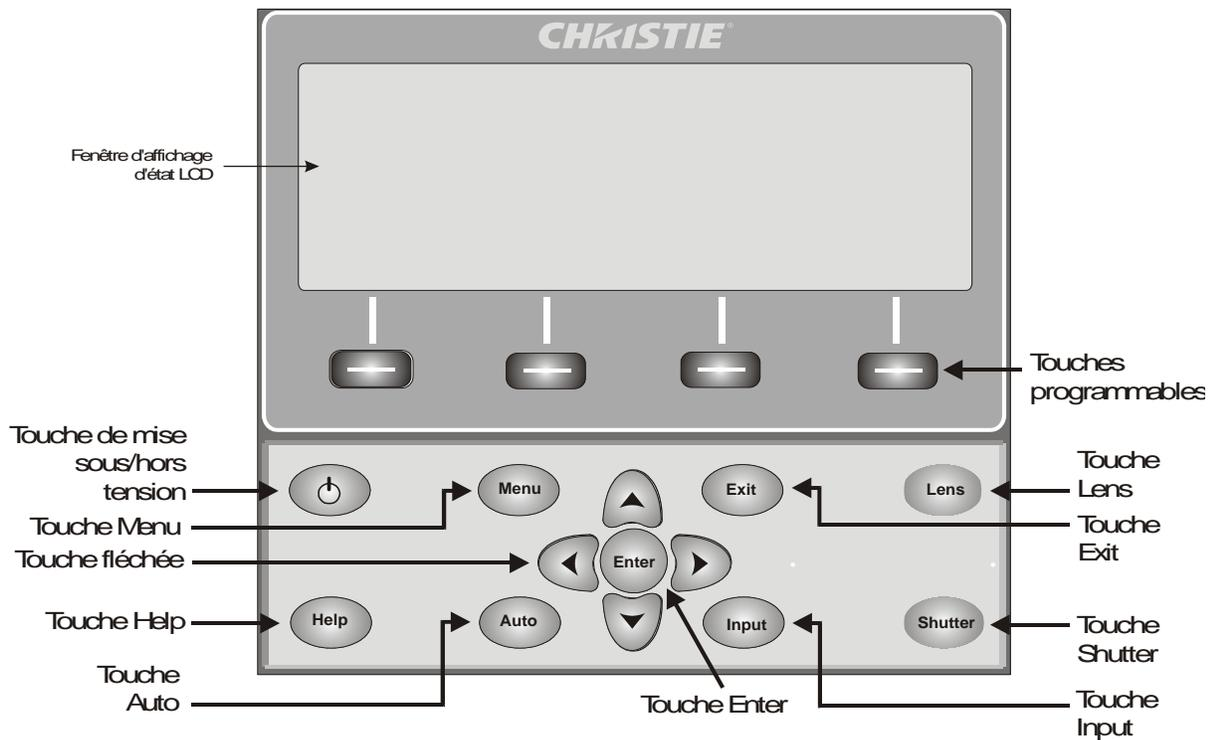

FIGURE 3-2 CLAVIER INTÉGRÉ
- **Clavier intégré** : Situé sur le côté du projecteur, voir Figure 3-2 Clavier intégré.